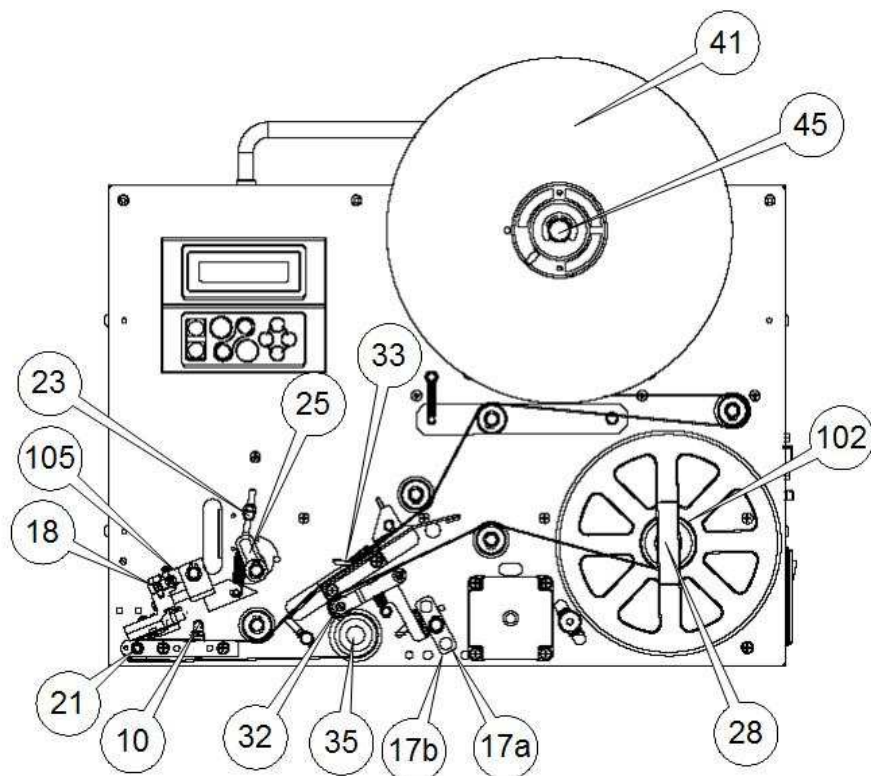

FIGURA 5
(Vedere figura 5)
7. SOSTITUZIONE DELLE ETICHETTE (Vedere figura 5)